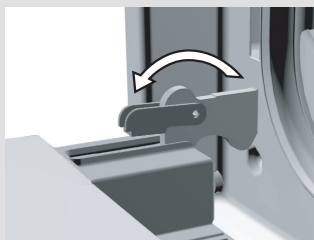
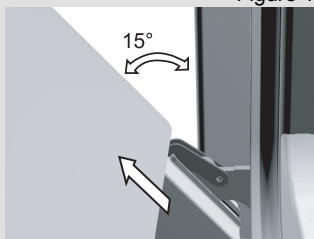

Figure 1
Figure 2
- Ouvrez complètement la porte du four et faites pivoter les loqueteaux vers l'avant (figure 1). Puis fermez lentement la porte jusqu'à ce que les loqueteaux soient en appui contre les supports. Lorsque la porte forme un angle de 15° par rapport à sa position fermée, soulevez-la légèrement et déboîtez-la des supports des charnières (figure 2).